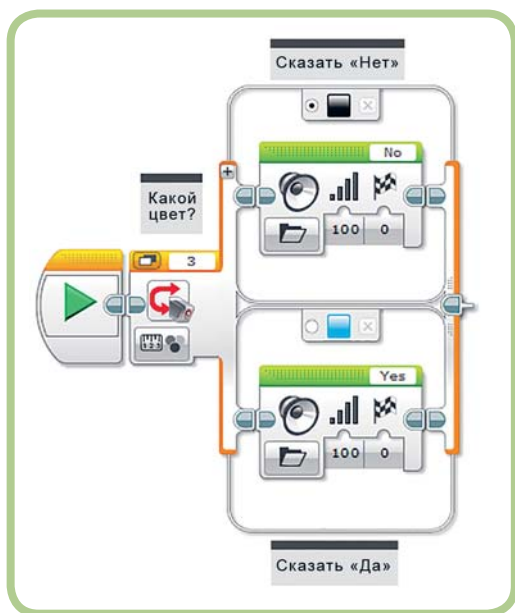

Рис. 5.21. Итоговая версия программы IsItBlue
8. Выбери вариант "Yes" в списке Звуковые файлы LEGO (LEGO Sound Files) ⇒ **Связь** (Communications) для этого блока. Программа должна выглядеть как на рис. 5.21.